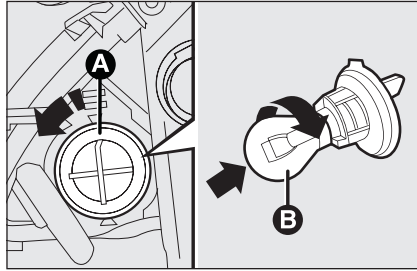

fig. 15
- ☐ tournez la douille dans le sens des aiguilles d'une montre **A-fig. 15** et retirez-la;